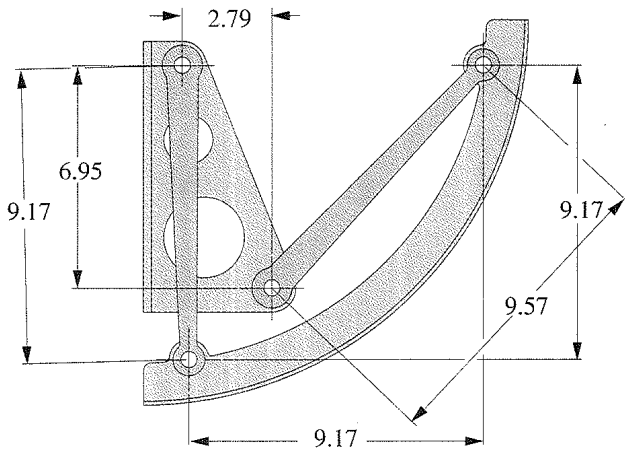

FIGURA P2-19 Problema 2-43 Mecanismo de arco de equipaje elevado de avión; dimensiones en pulgadas
- 2-43 Determine la movilidad, la condición de Grashof y la clasificación de Barker del compartimento para equipajes elevado de avión mostrado en la figura P2-19. Elabore un modelo de cartón e investigue sus movimientos.